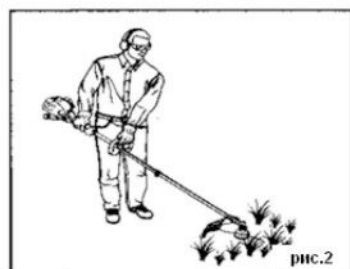

рис.2
8. Включение и выключение (см. рисунок 2)